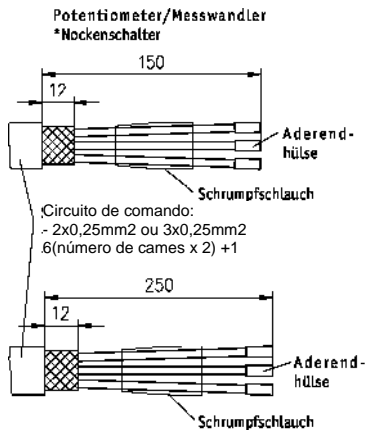

Fig. 2: Preparação dos cabos Abb.
- Preparar os cabos conforme indicado na fig. 2